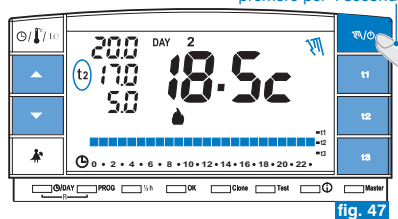

fig. 47
- Mantenere premuto il tasto "☉/1/1/c" (circa 4 sec.), il simbolo "☉" diventa fisso. Il livello di temperatura in corso è applicato a tutte le ore del giorno (es. fig. 47).